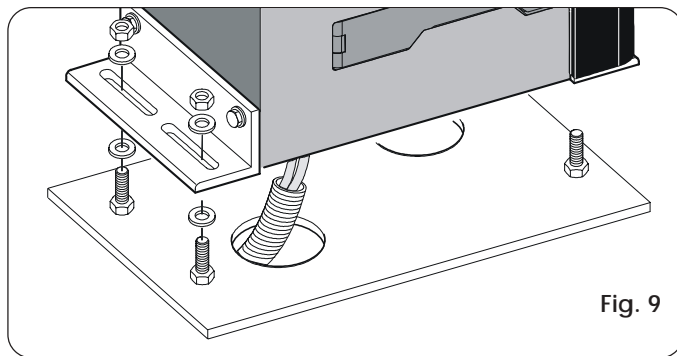

Fig. 9
- 3) Collocare l'operatore sulla piastra utilizzando le rondelle e i dadi in dotazione come da Fig. 9.